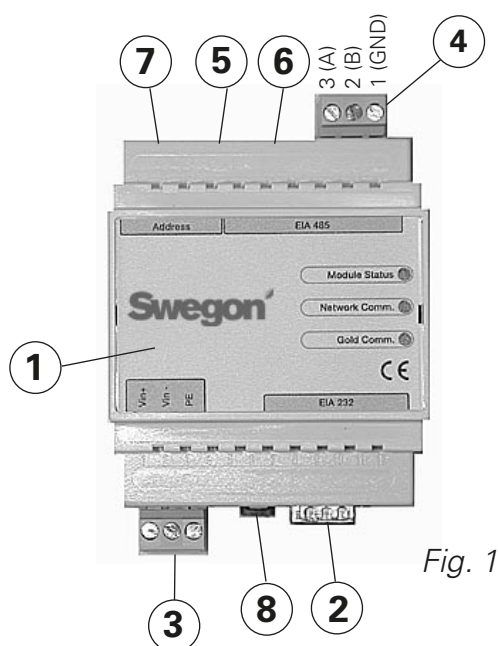
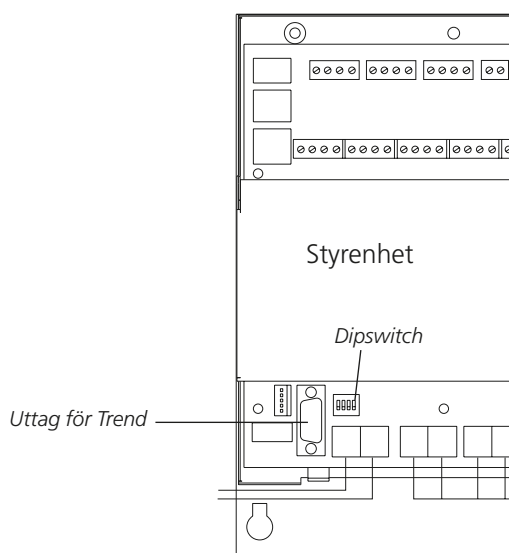
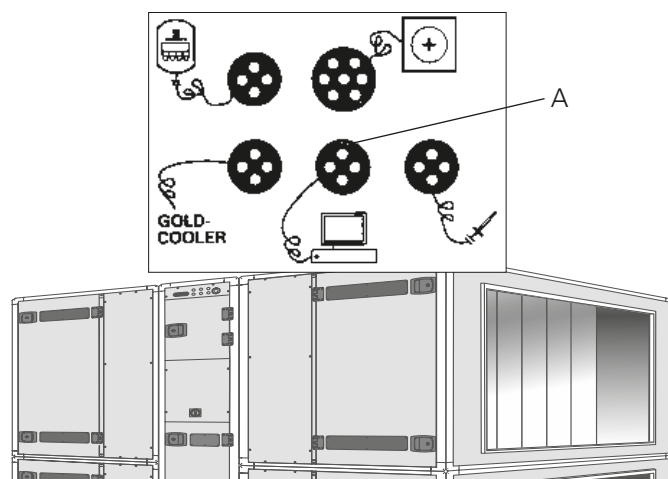

Fig. 1
Fig. 5
Fig. 6
Anslut plintarna Vin+ (1) och Vin- (2), se fig. 1, för GOLDen GATE-enheten till en separat nätdel med rätt kapacitet eller till GOLD-aggregatets 24V AC plintar beroende på modell enligt nedan:
Ställ någon av switcharna 8 (se fig. 1) i läge ON vid konfigurering. Switchen måste vara i läge ON innan anslutning av 24 V matning.
När konfigureringen är klar och alla parametrar sparade, skall enheten göras strömlös i ca 30 sekunder innan inställningarna börjar gälla. Sätt tillbaka alla switchar 8 (se fig. 1) i läge OFF.
Använd den medföljande datakommunikationskabeln med 6-pol modularkontakt RJ12 till 6 (se fig. 1) samt 9-pol D-sub till GOLD (se fig. 5). Dipswitch 4 på GOLD-aggregatets styrenhet skall vara i läge ON och dipswitch 3 i läge OFF, se figur 5.
Anslut den medföljande datakommunikationskabeln med 6-pol modularkontakt RJ12 till 6 (se fig. 1) samt den runda kontakten till GOLD (se fig. 6).